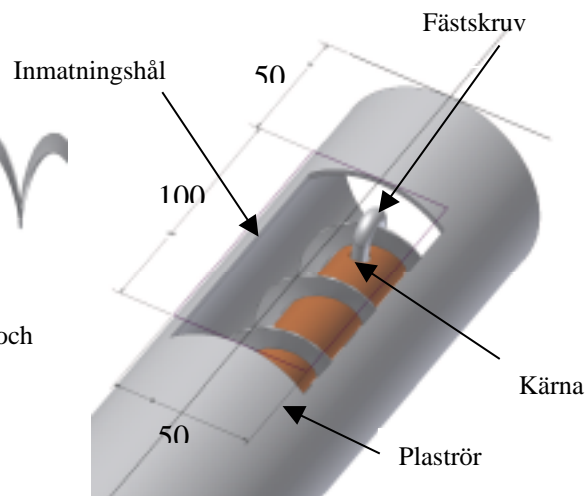

fig. 3
4. Anpassa spiralens längd efter matarröret samt fäst kärnan med medföljande fästkrok (se fig. 3)
5. Öppna upp matarröret för inmatningshål enligt angivna mått (se fig. 3)